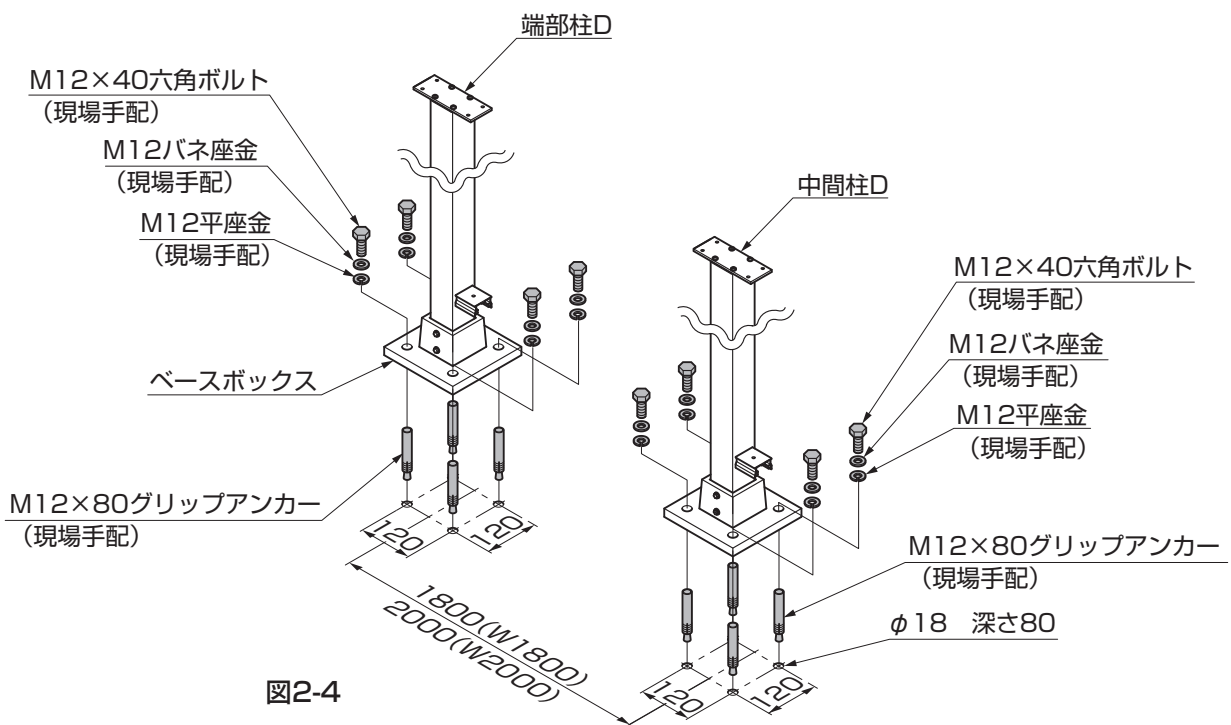

図2-4
- ① 図2-4を参照して、φ18、深さ80の穴をあけてください。
- ② あけた穴に「M12×80グリップアンカー」を差込み、柱を「M12×40六角ボルト」、「M12バネ座金」、「M12平座金」で固定してください。